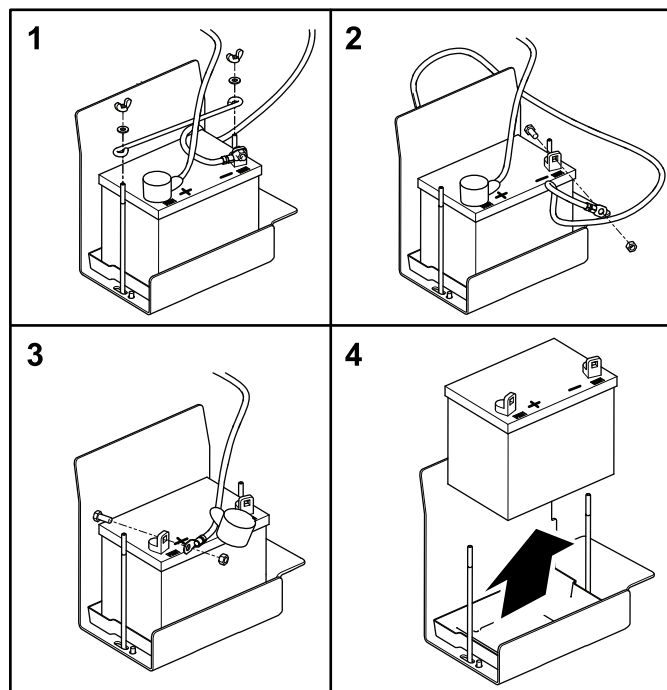

Рисунок 53
2. Отверните барашковые гайки и снимите шайбы, которые крепят прижим аккумуляторной батареи (Рисунок 53).